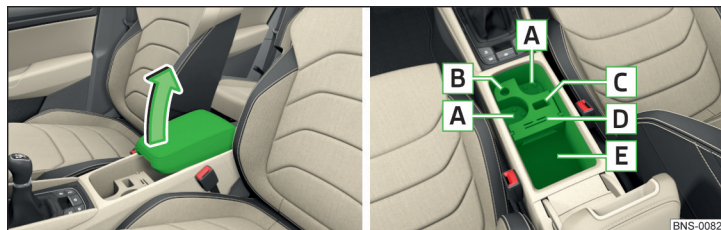

Fig. 119 Abrir el compartimento guardaobjetos/ espacio interior del compartimento
- Para **abrir** el compartimento guardaobjetos, elevar el apoyabrazos hasta el tope » fig. 119.
Área interna del guardaobjetos » fig. 119;